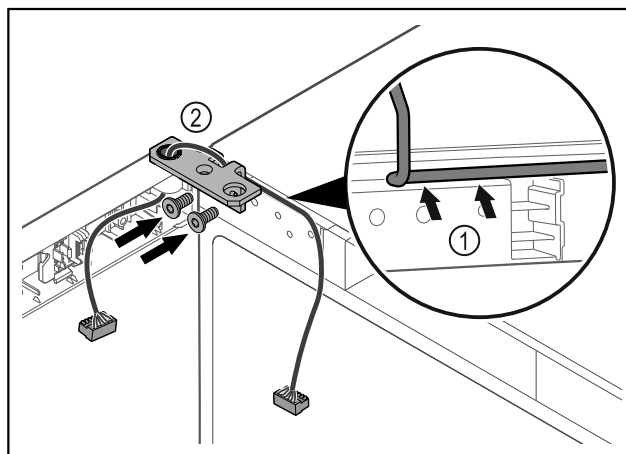

Fig. 48
- Provedite kabel kroz izrez na kutnoj šarki i oprežno ga položite Fig. 48 (1).
- Navrnite kutne šarke Fig. 48 (2).